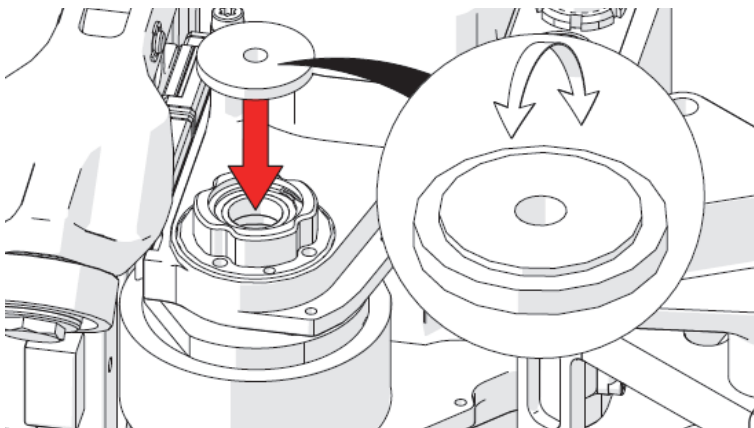

Figura 2-18 Colocación de la arandela en el recinto del cojinete
20. Coloque la arandela de la herramienta retirada de la rueda en el recinto invertido del cojinete, asegurándose de que la muesca de apoyo de la arandela quede hacia abajo en el recinto del cojinete (ver Figura 2-18 en la página 100).